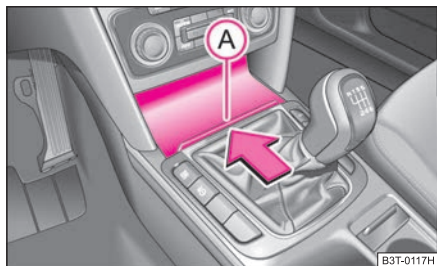

Fig. 94 Consola central delantera: portaobjetos
- Abra el cenicero ⇒ página 91, fig. 94.
- Presione la tapa por el punto (A) en sentido de la flecha ⇒ fig. 94 - la tapa se introduce.